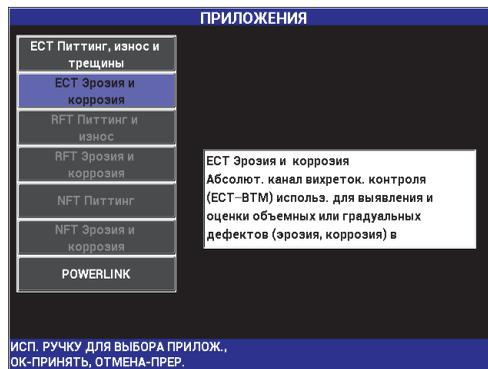

Рис. 5-183 Приложение ЕСТ Эрозия и коррозия
2. Выберите **ПРОДОЛЖ.** (нажмите клавишу A), затем с помощью ручки регулятора выберите **ЕСТ Эрозия и коррозия** и нажмите ✓ для принятия (см. Рис. 5-183 на стр. 272).